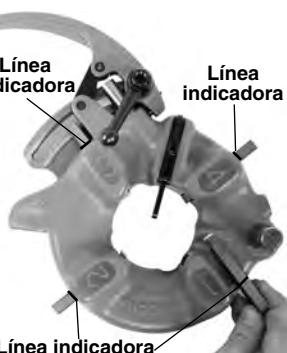

Figura 9 – Inserción de terrajas
- Introduzca las terrajas apropiadas en el cabezal de terrajas, con el borde que lleva el número orientado hacia arriba, hasta que la línea indicadora esté al ras con el borde del cabezal (vea la Figura 9). Los números en las terrajas deben coincidir con los números en las ranuras del cabezal. Siempre cambie el juego completo de terrajas. No mezcle terrajas de distintos juegos.